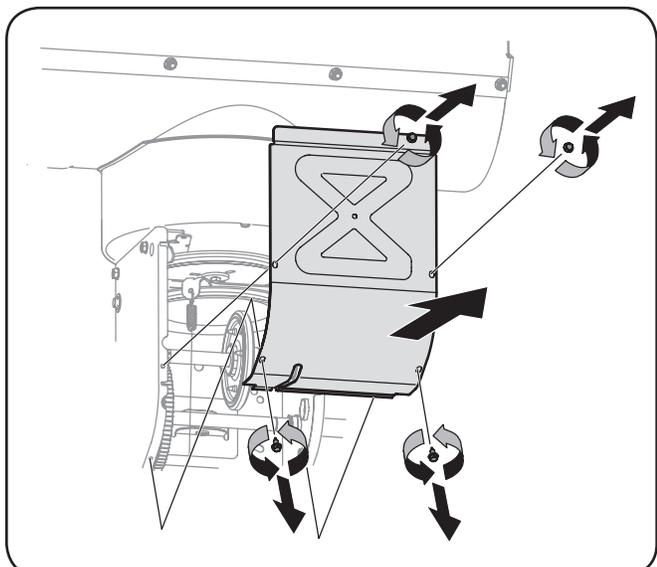

Figure 7-4
3. Démontez le couvre-châssis du dessous de la souffeuse en retirant les quatre vis auto-taraudeuses qui le maintiennent en place. Voir la Fig. 7-4.
6. Démontez le couvre-châssis du dessous de la souffreuse en retirant les quatre vis auto-taradeuses qui le maintiennent en place. Voir la Figure 7-4.
3. Enlevez le couvre-châssis en enlevant les deux vis auto-taranduses qui le maintiennent. Voir la Fig. 7-4.